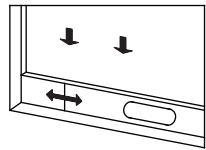
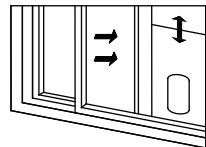

Fig. 9
Fig. 10
- 1.) Aprire la finestra per metà e fissare il kit alla finestra (come illustrato in fig. 9 e fig. 10); il kit si può montare sia in orizzontale che in verticale;